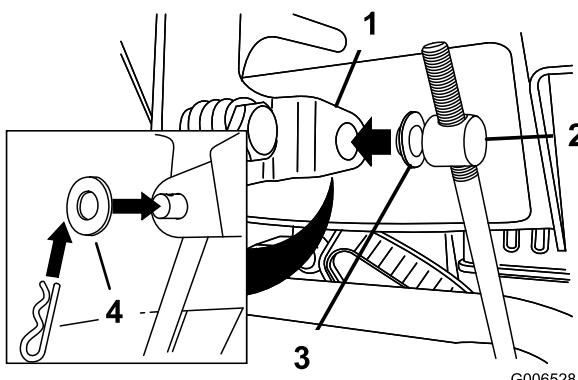

Рисунок 5
- Установите плоскую шайбу на цапфу (Рисунок 5).
- Поднимите шток управления скоростью и вставьте цапфу в отверстие рычага переключения скоростей (Рисунок 5).